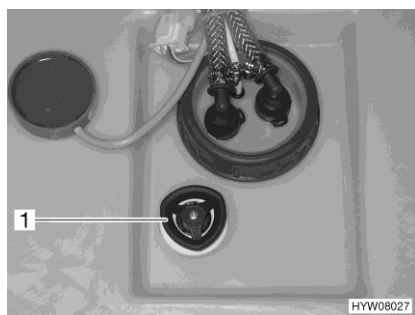

Fig. 152 Tirador giratorio (depósito de agua)
- Girar el tirador giratorio (Fig. 152,1) sobre el depósito de agua en sentido de las agujas del reloj, hasta el tope.
- En el depósito de agua, girar el tirador giratorio (Fig. 152,1) 3/4 de vuelta en sentido contrario a las agujas del reloj. El agua se saldrá hasta aprox. 20 litros.
- Girar el tirador giratorio (Fig. 152,1) del depósito de agua en sentido contrario a las agujas del reloj sobrepasando la resistencia, para abrir el orificio de salida completamente.